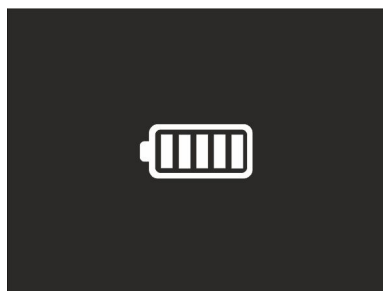

Fig. 51: Indicação de carga total da bateria
1. Pressione a tecla ▶ para entrar na galeria de imagens e vídeos guardados na memória do instrumento ou no cartão micro SD. O ecrã da Fig. 51 - o seguinte lado esquerdo é mostrado no ecrã
3. Clique no símbolo “i” para abrir a seção com informações sobre a imagem guardada. O ecrã da Fig. 51 - lado direito é mostrado no dispositivo